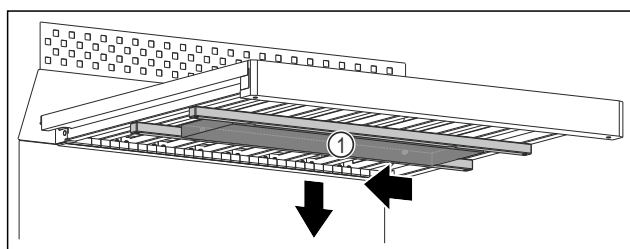

Fig. 160
- Сдвиньте водяной блок Fig. 160 (1) влево.
- Извлеките водяной блок Fig. 160 (1) по направлению вниз.